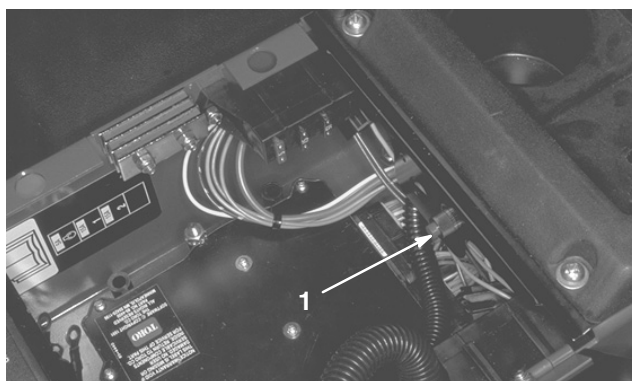

**Figure 26**
2. Tournez la pompe d'amorçage (Fig. 26) dans le sens anti-horaire jusqu'au relâchement du ressort dans l'ensemble pompe. Actionnez la pompe jusqu'à ce que le carburant s'écoule régulièrement autour du bouchon-filtre, puis serrez le bouchon.
3. Desserrez le bouchon d'aération sur le filtre à carburant/séparateur d'eau d'environ 1 tour et demi (Fig. 26). Actionnez la pompe d'amorçage jusqu'à ce que le carburant s'écoule régulièrement par le trou d'aération (Fig. 26), puis serrez le bouchon d'aération.